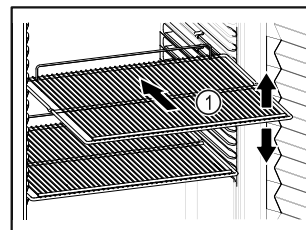

Fig. 52 Приблизне відображення
- Якщо решітки для зберігання Fig. 52 (1) знімні, відрегулювати по висоті.